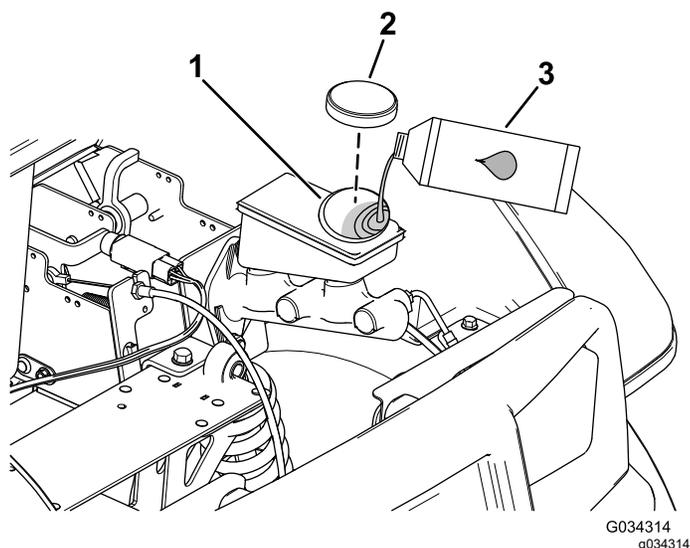

图 54
2. 抬起机罩可接触到主刹车油缸和油箱 图 54。
A. 清洁油箱盖附近的区域并取下油箱盖 图 54。
C. 安装油箱盖 图 54。